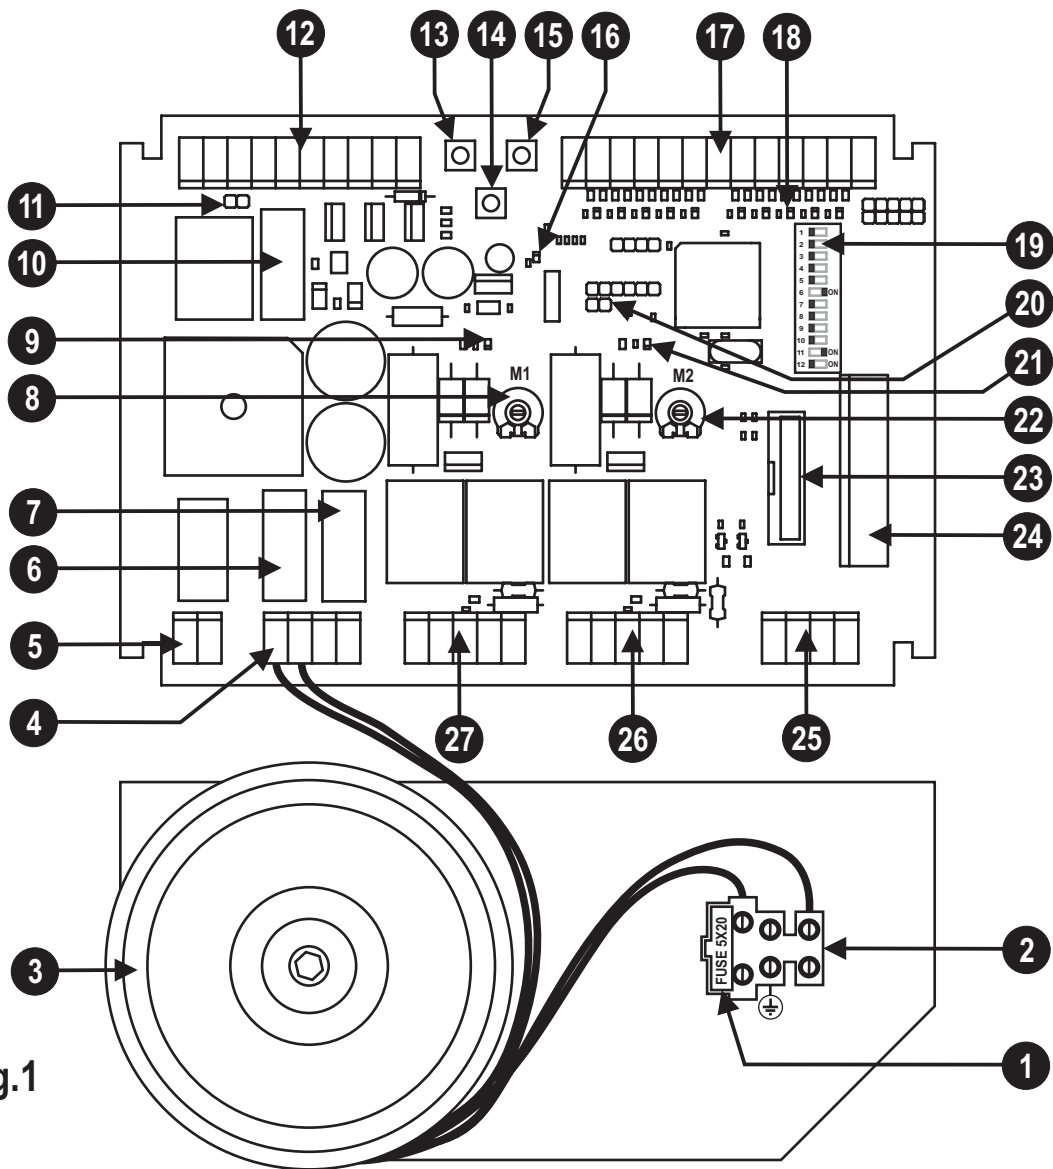

Fig.1
DESCRIPTION DES PARTIES (Fig. 1)
- 1- Réinitialiser la logique de commande (en court-circuitant le cavalier Reset pos. 20 fig. 1)
- 2- Presser la touche P3 (pos. 14 fig. 1) pendant environ 3 secondes.